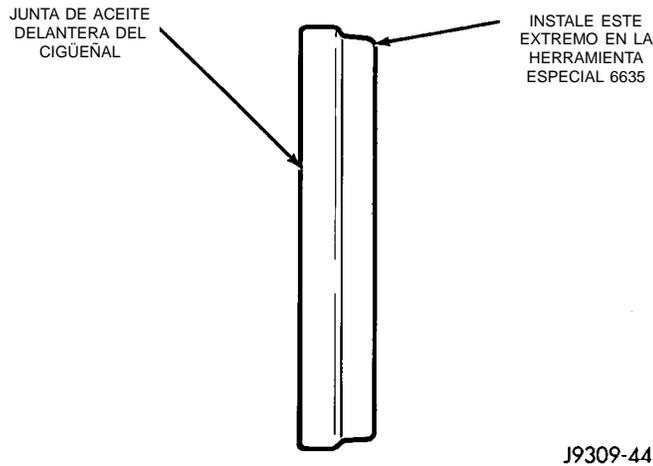

Fig. 42 Colocación de la junta de aceite en la Herramienta de instalación 6635
(1) Desconecte el cable negativo de la batería.
(2) Retire el amortiguador de vibraciones.
(3) Si sospecha que la junta delantera pierde, verifique la alineación de la junta de aceite delantera con respecto al cigüeñal. La herramienta de instalación/ alineación de juntas 6635 debería ajustar con un mínimo de interferencia. De lo contrario, debe retirarse la cubierta e instalarse correctamente.
(4) Coloque una herramienta apropiada detrás de los bordes de la junta de aceite y extraiga la junta haciendo palanca. Tenga cuidado de no averiar la superficie de la junta de la cubierta del cigüeñal.
(5) Coloque el diámetro menor de la junta de aceite sobre la Herramienta de instalación de la junta de aceite delantera 6635 (Fig. 42). Instale la junta de aceite en la acanaladura de la herramienta.